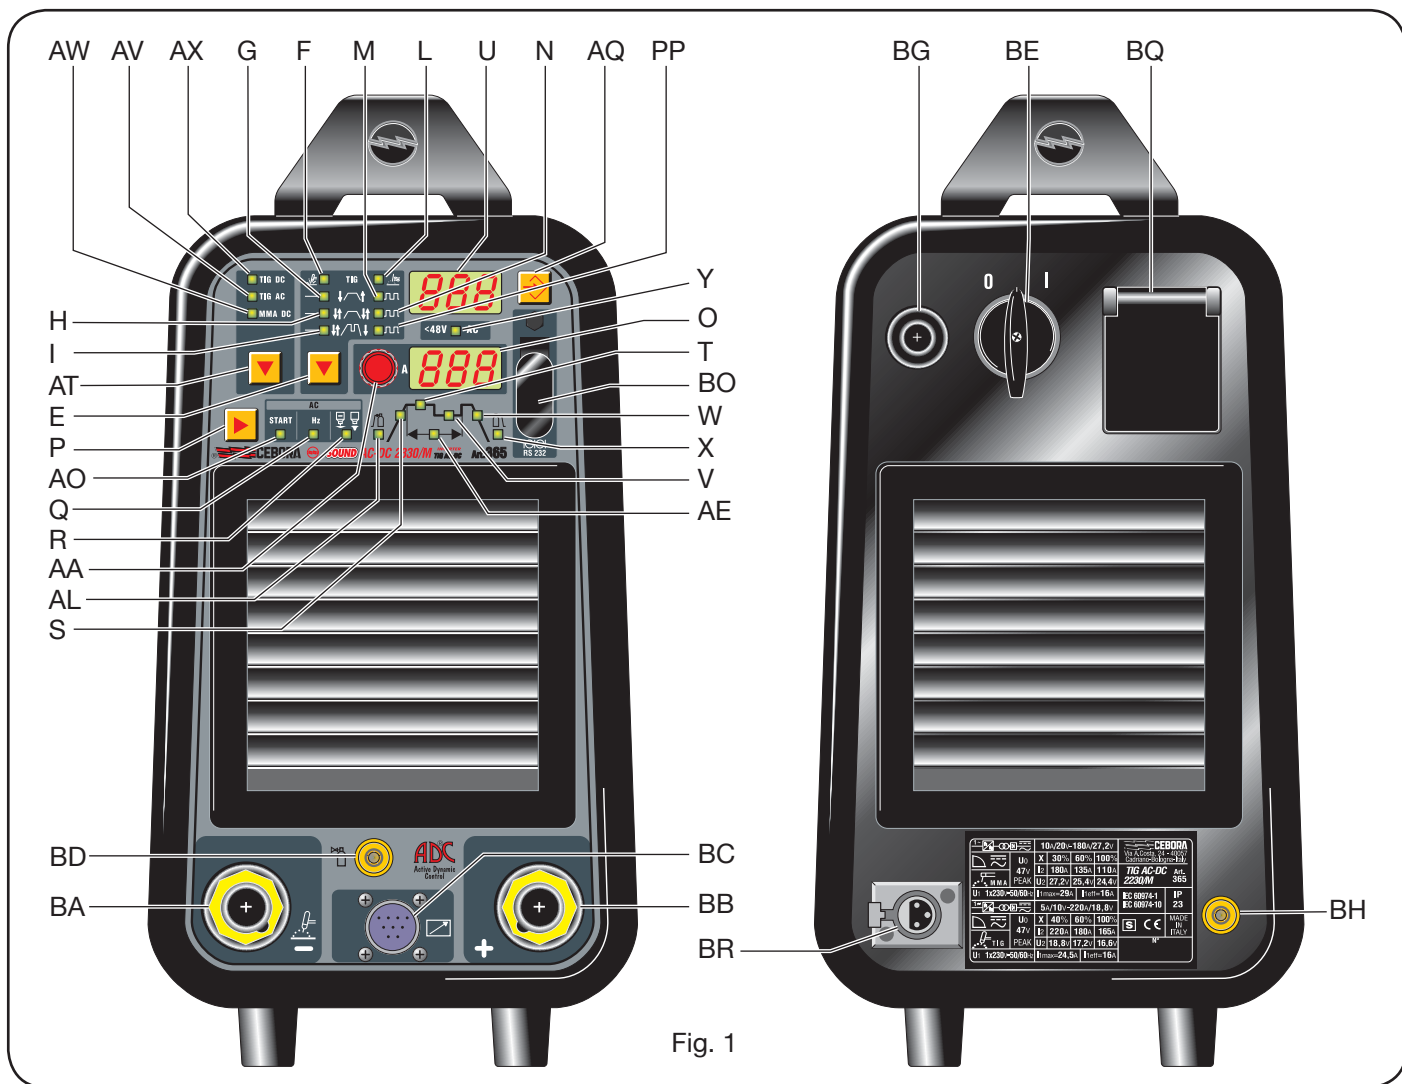

Fig. 1
3.2 DESCRIZIONE DELL'APPARECCHIO (FIG.1).